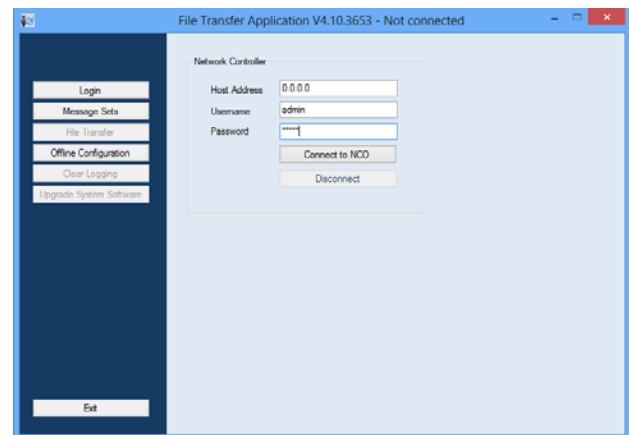

рисунок 37.4: Соединение с контроллером сети
- Перейдите *Start > Programs > Bosch > Praesideo > FT Application* для запуска программы *File Transfer Application*. Отобразится экран, подобный экрану, изображенному на рисунок 37.4.